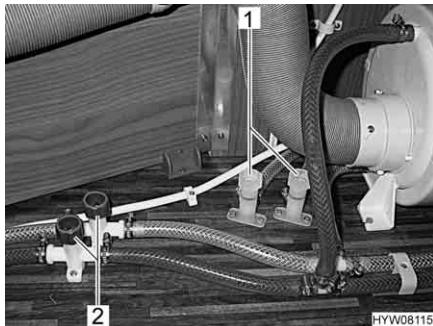

Fig. 89 Rubinetti di scarico per scaldaacqua
- Chiudere tutti i rubinetti di scarico. Ruotare i coperchi (Fig. 89,1 e 2) in senso orario.
- Aprire tutti i rubinetti di scarico. A tal fine ruotare i coperchi (Fig. 89,1 e 2) in senso antiorario.